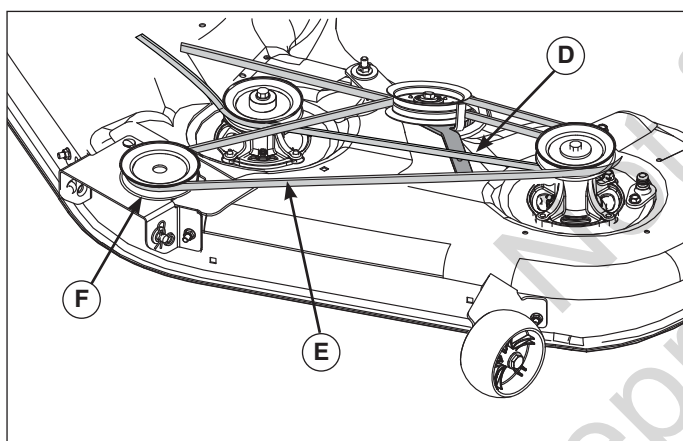

Figura 18
5. Jale la palanca de la polea libre (A, Figura 18) para liberar la tensión de la correa. Quite la correa (B) de la polea de la toma de fuerza (C).
6. Jale la palanca de la polea libre (A, Figura 18) para liberar la tensión de la correa. Instale la correa (B) en la polea de la toma de fuerza (C).